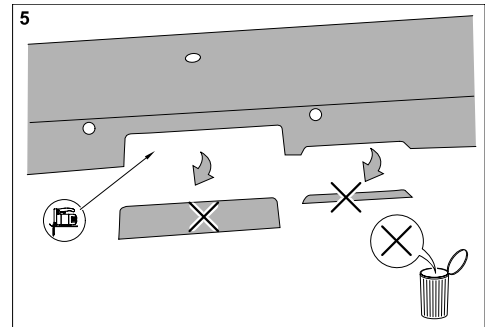

Figure 5 : Support de pare - chocs avec découpure et biseau
- 14.) Découper le support de pare - chocs à côté de la barre à rotule et conformément à la marque. Effectuer un biseau de  $4 \times 45^\circ$  sur le bord inférieur du support du pare - chocs, à la hauteur de la prise de courant, et sur une longueur de 80 mm ( en face de la marque gauche sur le côté supérieur du support du pare - chocs ), voir figure 5.